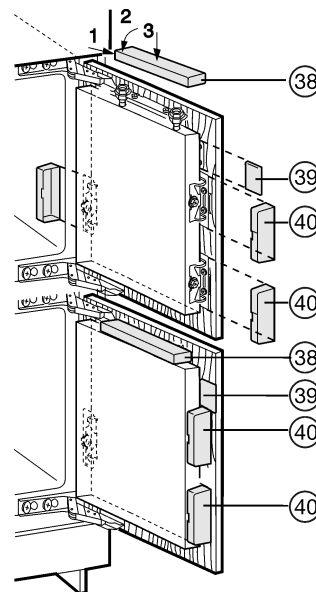

Fig. 27
- ▶ Mettre en place les caches supérieurs Fig. 27 (38) et les encliqueter.
- ▶ Poser les caches latéraux Fig. 27 (39); les faire glisser jusqu'à la butée puis appuyer sur les caches jusqu'à ce que vous les entendiez encliqueter.
- ▶ Faire coulisser les caches Fig. 27 (40) latéralement, ensuite les tirer vers l'avant à l'aide d'un tournevis jusqu'à ce qu'ils encliquettent.